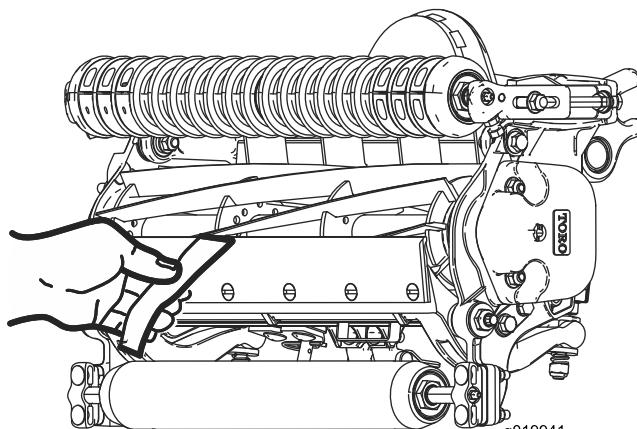

図 19
10. 切れ味確認用のペーパートロのパート番号 125-5610を一枚、リールと下刃との間に、下刃に対して直角になるように差し入れて、カッティングユニットの切れ味をテストする図 19。ゆっくりとリールを回転させるこれで紙が切れれば合格である。